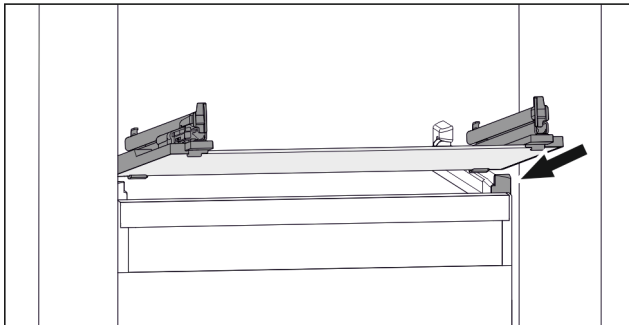

Fig. 88 Representación de la placa de vidrio a modo de ejemplo
- ▶ Coloque la placa de vidrio inclinada detrás de los topes. (consulte Fig. 88)